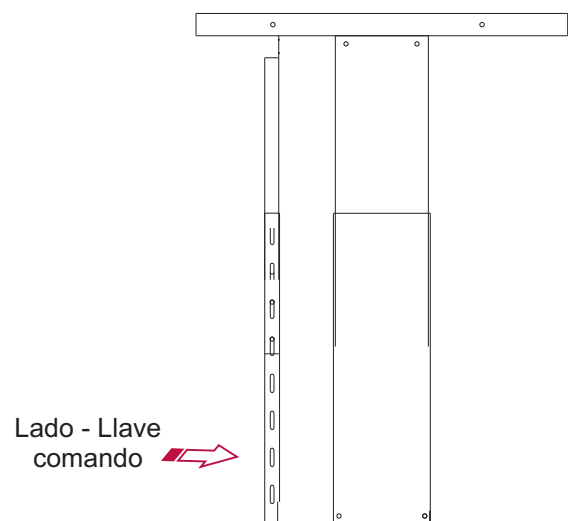

Fig. 4
- Fijamos el mismo al techo de la vivienda en las perforaciones realizadas en el paso 1, mediante los tornillos provistos. Fig. 4.